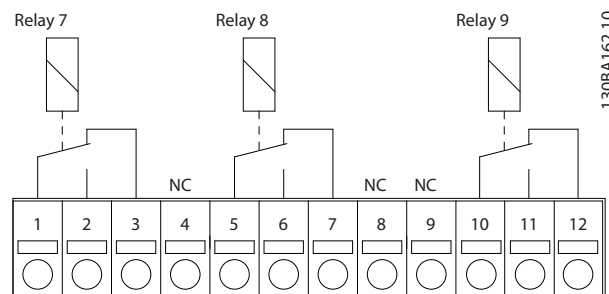

Рисунок 9.11 Отсоедините клеммы реле
- Необходимо отсоединить питание от разъемов токоведущих частей на клеммах реле. См. Рисунок 9.11